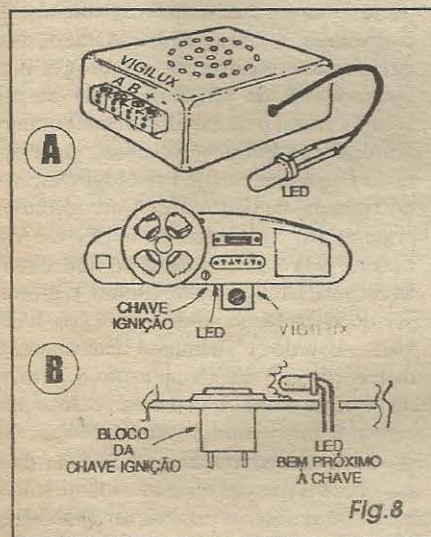

Fig. 8
- FIG. 8 - ACABAMENTO, INSTALAÇÃO FÍSICA E USO... - Em **8-A** temos uma sugestão simples e prática para o *encaixamento* do circuito num pequeno *container* plástico padronizado, devendo ser feitos alguns furinhos (para saída do som gerado...) na face principal, contendo o alto-falante colado ou parafusado pelo lado de dentro. Numa das laterais poderá ficar uma barrinha de segmentos parafusáveis (*Sindal*), com as respectivas identificações para as